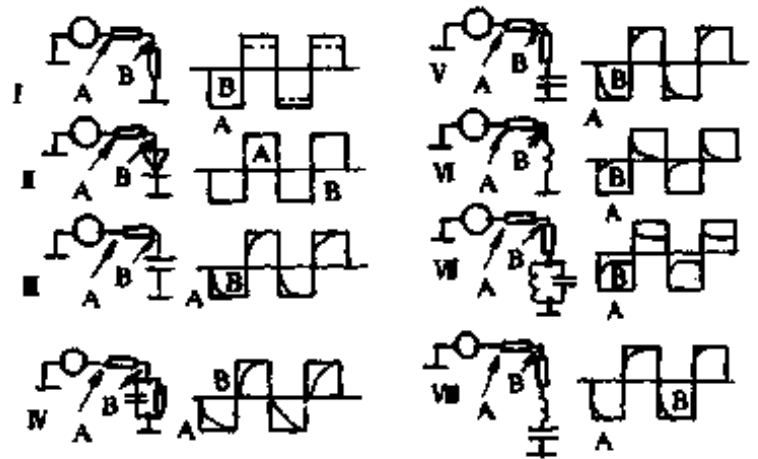

图1-138
**工作原理** 每种元件组合在被一方波发生器所激励时,均有其独特的响应图形(如图1-138所示)。该图形我们便可称之为“特征”,相同元件的响应特征应该相同。因此,如果一个性能良好的元件与一故障元件进行响应特征比较的话,在源波形的周期内某段或全部时间内,应该存在着响应差别。该装置就是将这种差别的值用仪表表示出来。